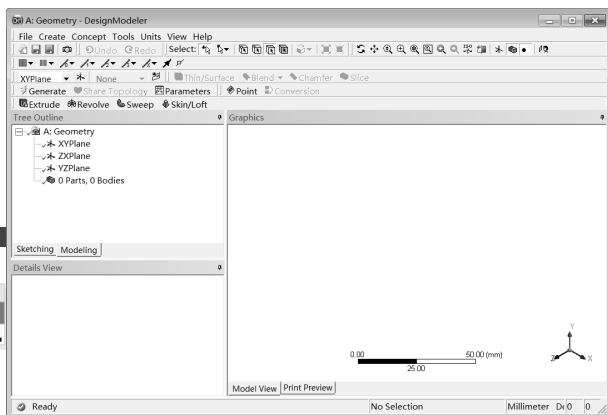

图 2-40 启动 DesignModeler
Step3: 启动 DesignModeler。双击项目 A 中的 A2 (Geometry) 选项, 此时会启动如图 2-40 所示的 DesignModeler 绘图平台, 依次选择 Units Millimeters 命令, 完成单位设置。